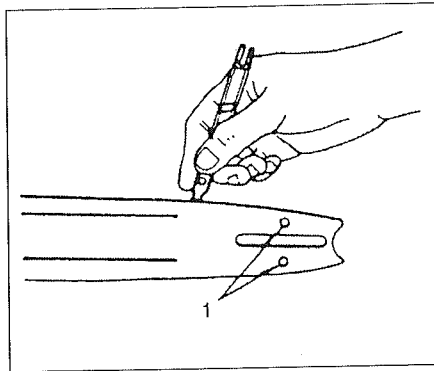

Fig.3-5
**Guide bar (Fig. 3-5)**
**Nettoyage de la rainure et de l'orifice d'alimentation en huile du guide-chaîne (Fig. 3-5)**
**Barra catena (Fig. 3-5)**
**Schiene (Fig. 3-5)**
**Barra de guía (Fig. 3-5)**
**Svärd (Fig. 3-5)**